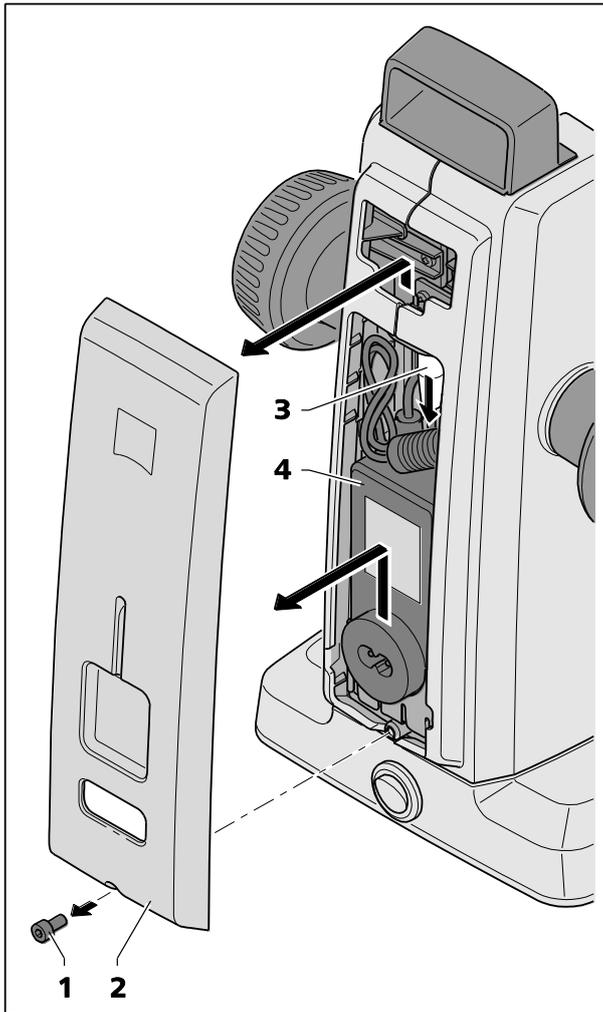

Fig. 27 Remplacement du bloc d'alimentation
- Utiliser une clé Allen pour desserrer la vis (Fig. 27/1) située sous le capot du boîtier.
- Retirer le capot du boîtier (Fig. 27/2) légèrement vers le bas, puis le pousser vers le haut.
- Débrancher la fiche (Fig. 27/3) et retirer le bloc d'alimentation de bureau défectueuse (Fig. 27/4).